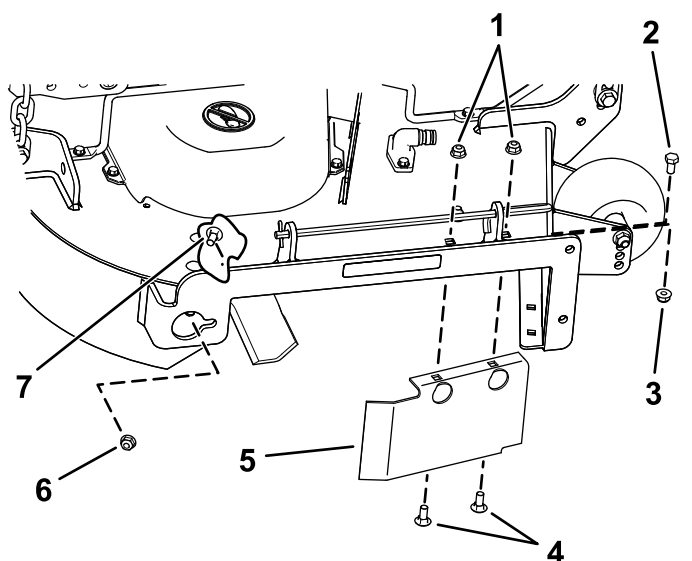

Bild 18
Rückwand des Mähwerks, mit denen das Ablenkblech am Mähwerk befestigt ist (Bild 18).
13. Bringen Sie die Befestigungen an, die Sie vorher aus den vorderen Löchern in der Auswurfplatte und dem vorderen Loch am Mähwerk entfernt haben (Bild 18).
9. Ermitteln Sie den Ablenkblechschatz an der vorderen Kante der Seitenauswurföffnung (Bild 18).
10. Entfernen Sie die Befestigungen, mit denen die Ablenkblechschatzvorrichtung und das rechte Ablenkblech am Mähwerk befestigt sind (Bild 18).